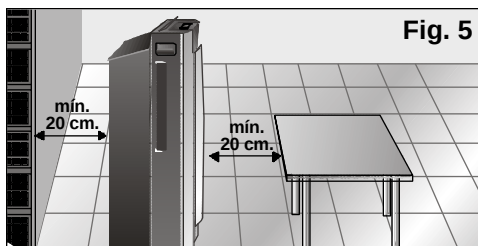

Fig. 5
- ☐ Per sicurezza, prima di collegare il vostro apparecchio è necessario che sia lontano almeno 20 cm da qualsiasi superficie vicina, **Fig. 5**.